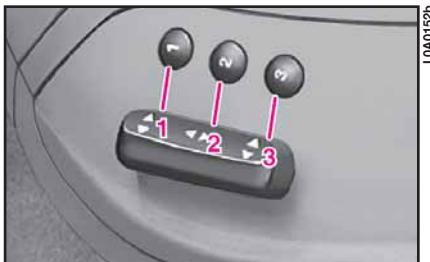

fig. 46
## MEMORIZACIÓN DE LAS POSICIONES DEL ASIENTO DEL CONDUCTOR (fig. 46)
– mantenga presionado por 3 segundos como mínimo, uno de los pulsadores “1”, “2” ó “3” (fig. 46) de memorización/selección de la posición del asiento;